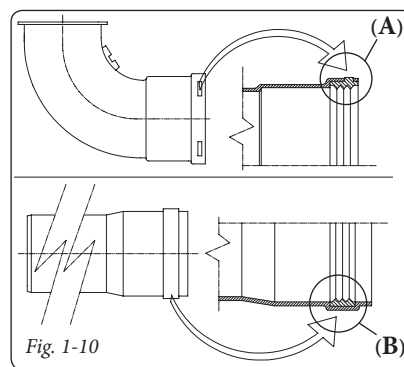

Fig. 1-10
• **Posizionamento delle guarnizioni (di colore nero) per fumisteria "serie verde".** Prestare attenzione ad interporre la guarnizione corretta (per curve o prolunghe) (Fig. 1-10):
- guarnizione (A) con tacche, da utilizzare per le curve;
- guarnizione (B) senza tacche, da utilizzare per le prolunghe.
Utilizzando il terminale verticale per lo scarico diretto dei prodotti della combustione è necessario rispettare la distanza minima di 300 mm da una gronda o da un balcone sovrastante. Nel caso di installazione sotto balcone, la quota X+Y+Z+W valutata rispetto ad un balcone sovrastante deve essere uguale o maggiore a 2000 mm (Fig. 1-10). Il termine W è da considerare solo nel caso di balcone sovrastante con balastra chiusa (W=0 in caso di balastra aperta).